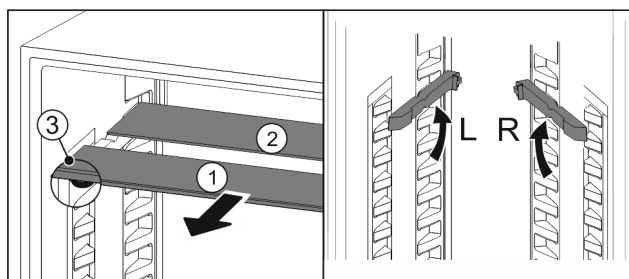

Fig. 56
- Dra ut Fig. 56 (1) glashyllorna framåt en i taget.
- ▷ Glashyllan Fig. 56 (1) med dekorlisten ligger längst fram.
- ▷ Stoppklackarna Fig. 56 (3) är vända nedåt.